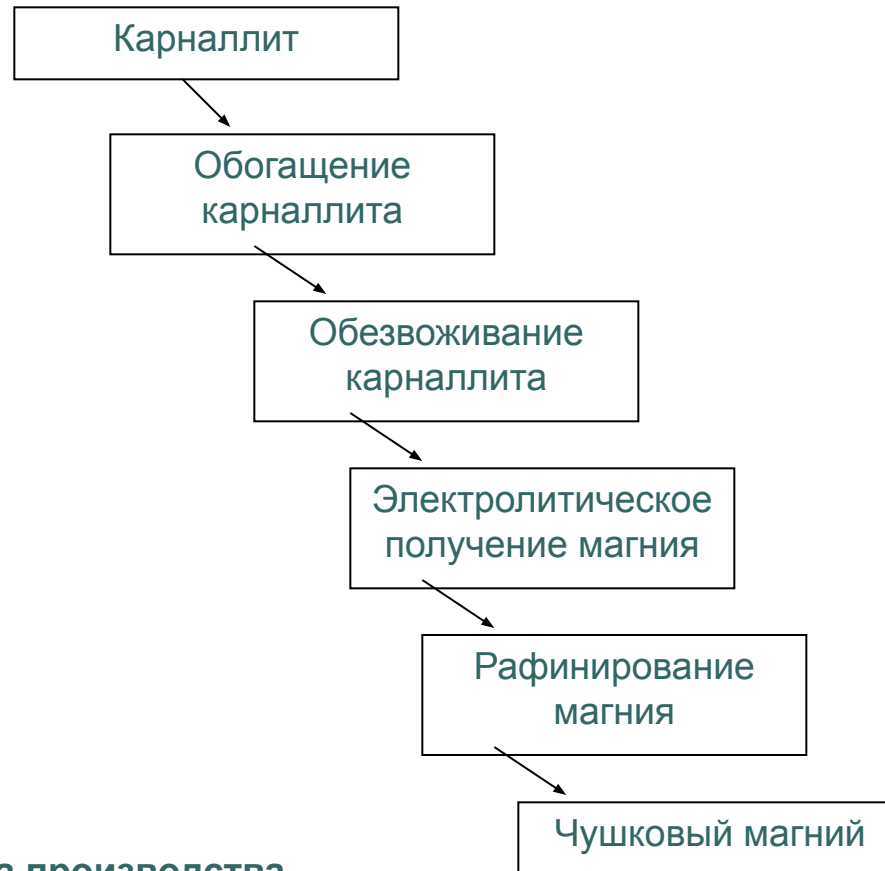

Рисунок 4.4-Схема производства магния
- Для получения магния проводят электролиз не водных растворов, а расплавленных солей магния (рис. 4.4).